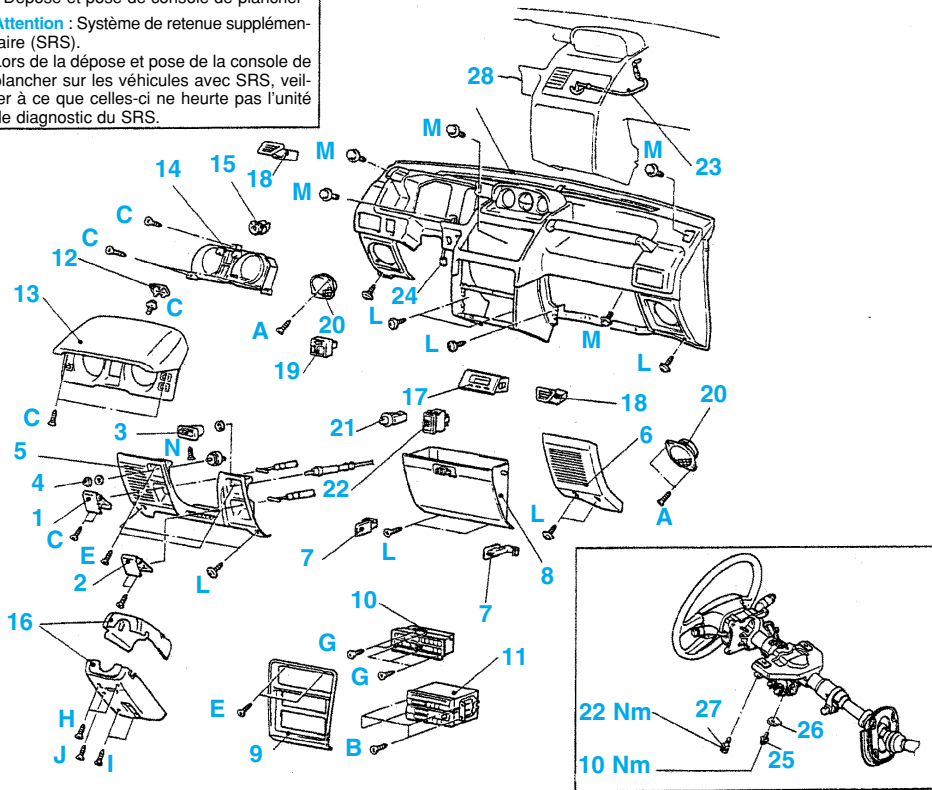

fig. Car. 21
- Suivre l'ordre chronologique (fig. Car. 21)